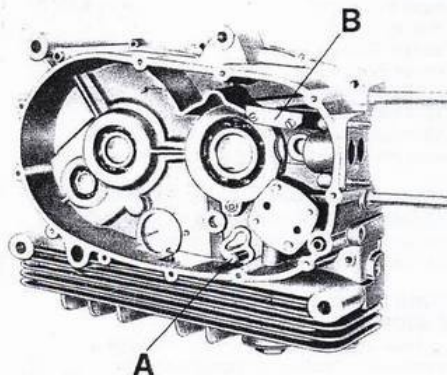

Abb. 21
- die Ölverteilungsplatte (s. B in Abb. 21);